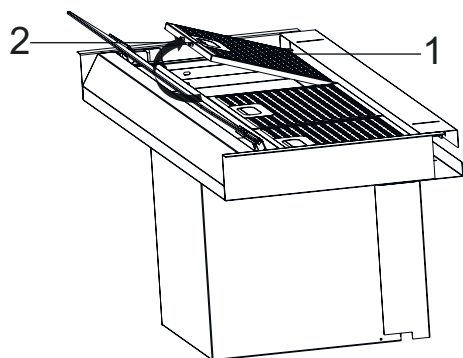

Fig. 12
1. Retirar o aparelho da embalagem e colocar os filtros de alumínio voltados para cima. (Fig. 12).
Premir o fecho do filtro de alumínio (Fig. 12/1) e puxar para cima (Fig. 12/2) para remover.